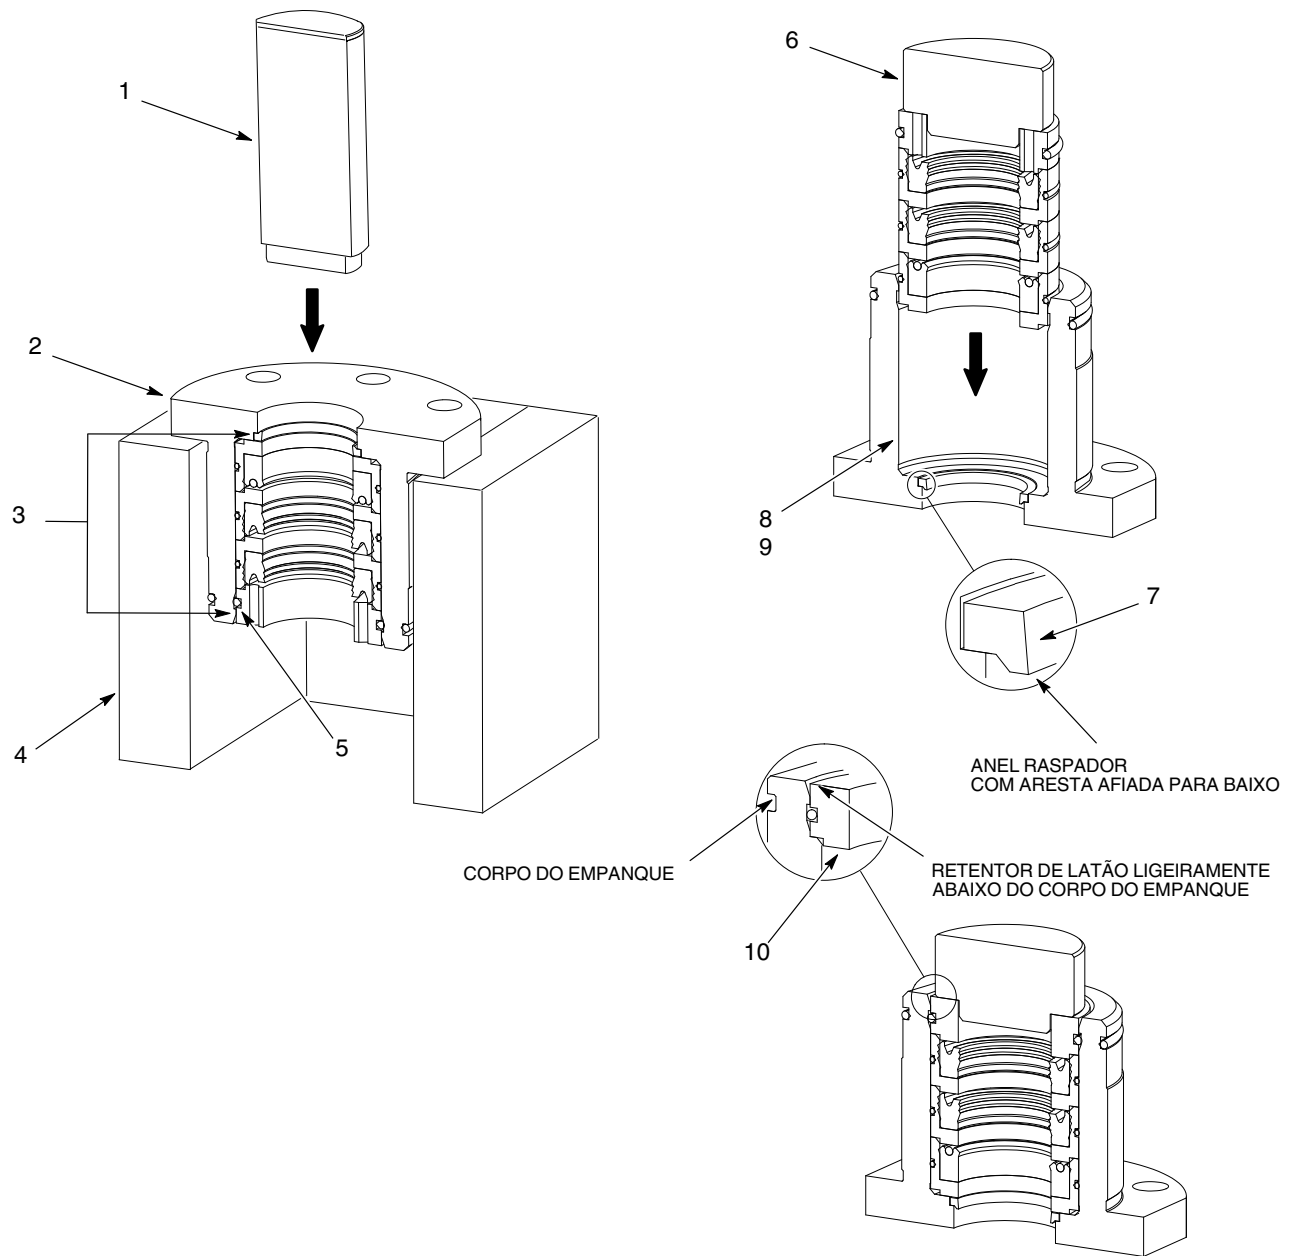

Figura 14 Substituição das peças internas do empanque
1. Consulte a figura 14. Coloque o corpo do empanque (2) numa fixação (4).